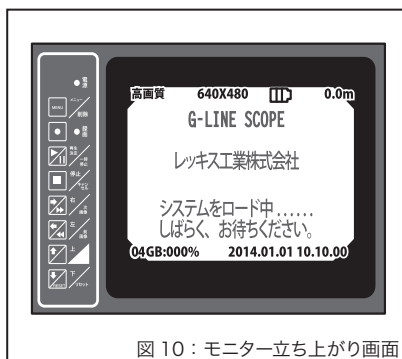

図10：モニター立ち上がり画面
3. 液晶モニターの立ち上がりを確認 (図10)
- ・ 液晶モニターにメッセージが表示され (図10)、しばらくするとカメラの映像が表示されることを確認します。